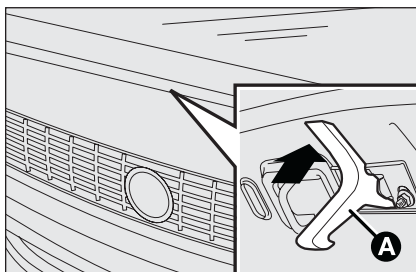

fig. 92
- actionner le levier **A-fig. 92** comme indiqué sur l'illustration;